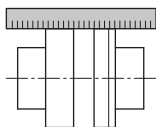

Fig. 12: Kontrola radiálnej adjustácie pomocou pravítka
- Ako alternatíva sa môže vykonať kontrola radiálnej adjustácie spojky pravítkom (pozri Fig. 12).